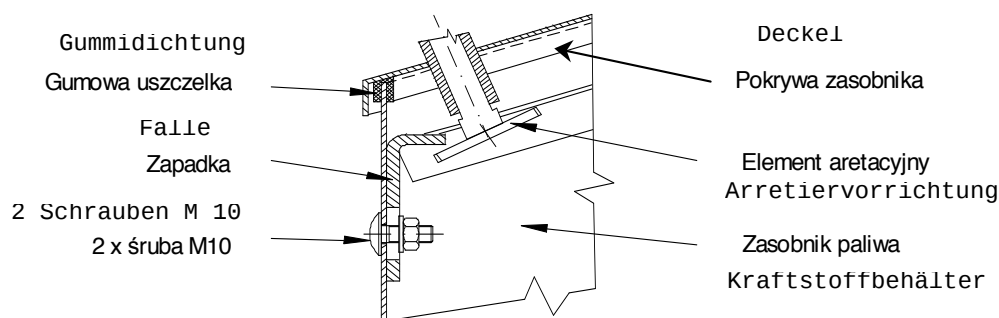

Abb. Nr. 11. Deckel-Arretierung eines Kraftstoffbehälters.
- 8.) Weil im Brennraum beim Betrieb des Ventilators ein Überdruck entsteht, ist auf die Dichtheit des Kessels besonders zu achten (die Tür zum Brennraum, Tür zum Aschenkasten, Reinigungsöffnung des Mischers, der Deckel des Kraftstoffbehälters, etc.). Die Dichtheit des Kraftstoffbehälters besteht vor allem dank dichtem Deckelverschluss mit einer Arretiervorrichtung und einer unbeschädigter Gummidichtung. Würden evtl. die Undichtheiten festgestellt, lösen Sie 2 Schrauben, senken Sie die Falle und ziehen Sie die Schrauben wieder ein – siehe Abb. Nr. 11 „Deckel-Arretierung des Vorrats-Brennstoffbehälters“. Eine Dichtheitsprüfung durchführen.